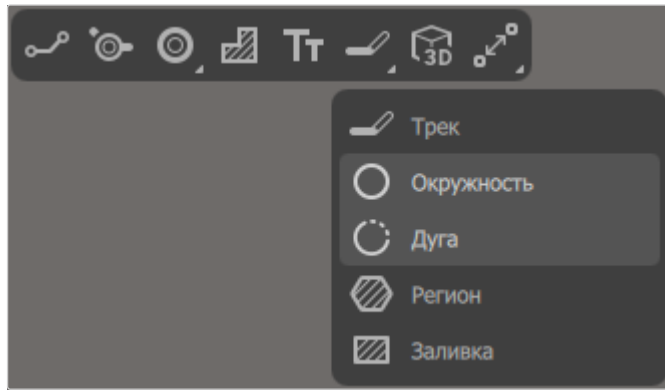

Рисунок 115. Инструмент «Окружность» на панели инструментов редактора плат
- 2) Щелкнуть правой кнопкой мыши по значку  на панели инструментов и выбрать инструмент «Трек», «Окружность» или «Дуга» (см. рисунок 115). Также нужный инструмент можно выбрать в меню *Размещение*.